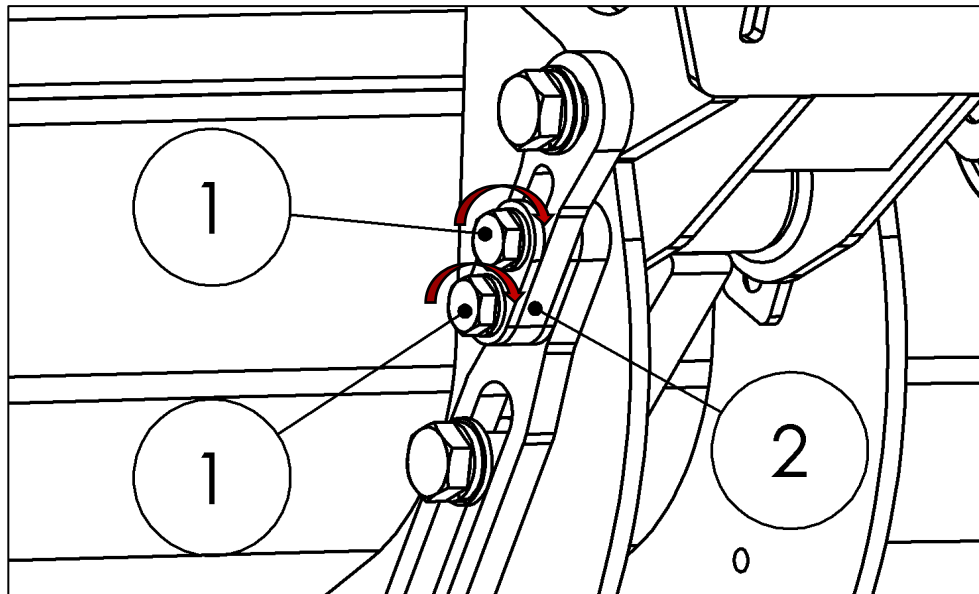

Abbildung 91
- Die 2 x Schrauben (Pos. 1) von der Spannplatte (Pos. 2) vom Plattformanschlag wieder festziehen mit einem Anzugsmoment von 195 Nm (siehe Abbildung 91).